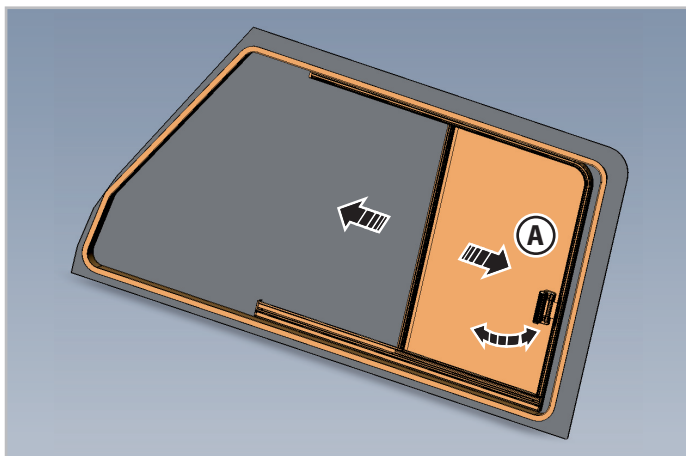

Fig.3.2 - Skydevindue i passagersiden
1. Tryk på krogen på det bageste håndtag (**A** - Fig.3.2), og gør den fri af låsemekanismen for at låse vinduet op.
2. Træk i håndtaget (**A** - Fig.3.2) for at bringe vinduet frem til den ønskede position.
1. Træk i håndtaget (**A** - Fig.3.2) for at bringe vinduet tilbage til den lukkede position, indtil håndtaget er helt fastgjort til låsemekanismen.